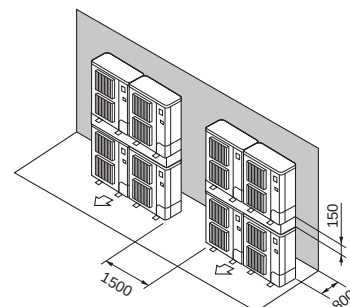

Fig. 2-14
- ⑦ Розміщення блоків на різних ярусах (Fig. 2-14)